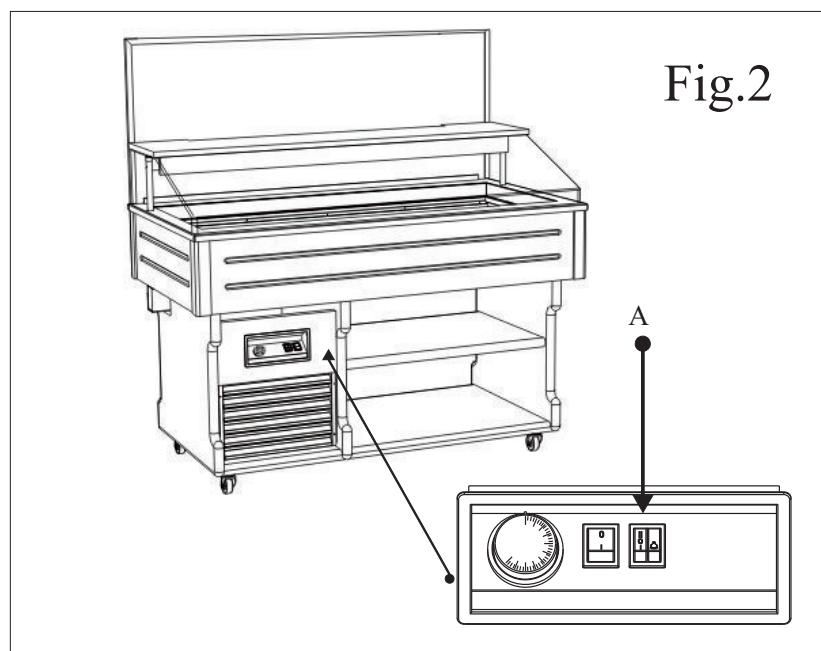

Fig.2
1. Collegare la spina alla rete elettrica come descritto al Capitolo 7. 2. Premere l'interruttore del sollevatore elettrico (**A**) in posizione II fino all'apertura completa a finecorsa. 3. **N.B.:** Accertarsi di aver spento da almeno 15 minuti i piani riscaldati e le lampade riscaldanti prima di abbassare la cupola (vedi Fig. 2).